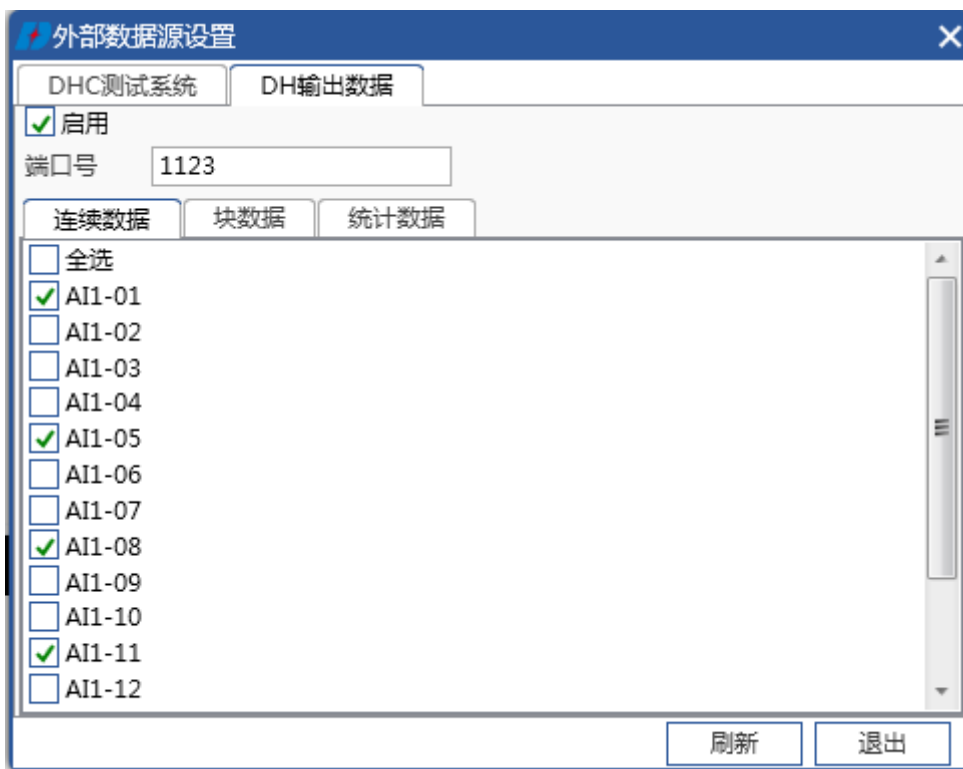

图 11 外部数据源设置
2、在弹出窗口选择“DH 输出数据”，将“启用”项打勾，点击“刷新”按钮，如图 11 所示。